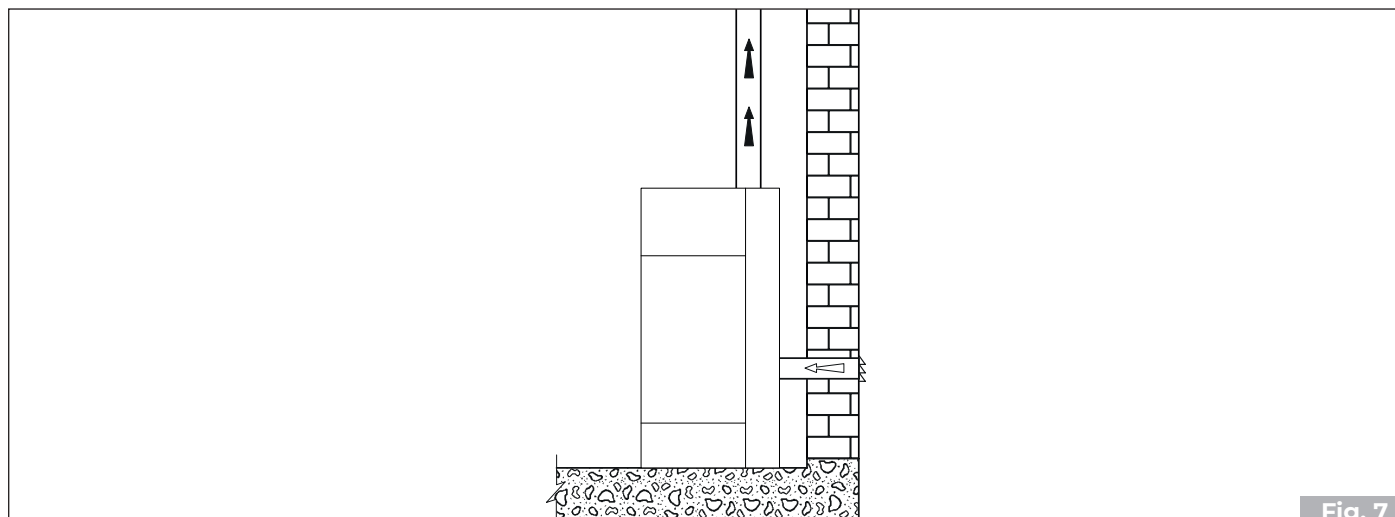

Fig. 7
- il peut provenir directement de l'extérieur à travers un raccordement direct à la chambre de combustion (**Fig. 7**).
- connecter l'entrée d'air de combustion de l'appareil à la prise d'air avec un conduit approprié (**Fig. 7**).